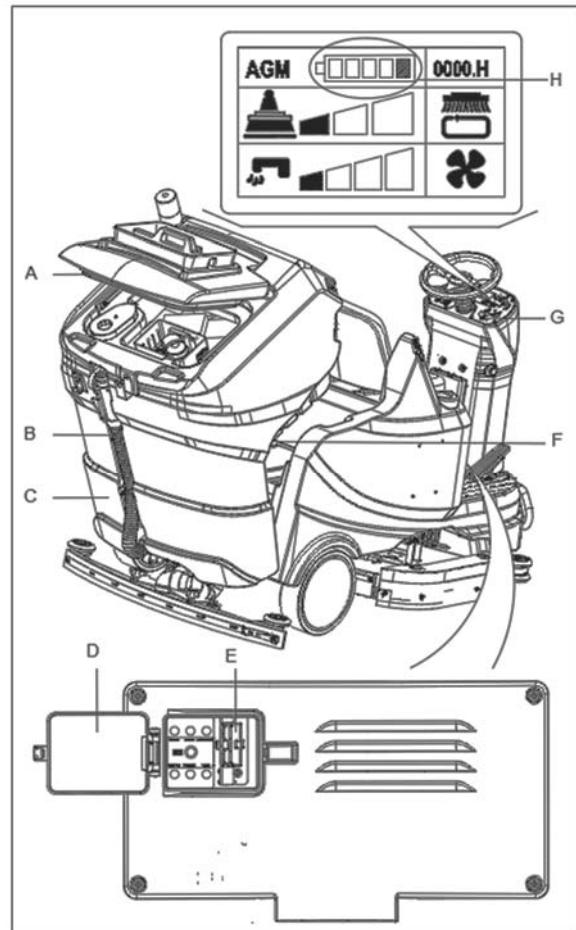

Figure 16
- Ouvrir le couvercle (A, Figure 16) et vérifier si le réservoir d'eau de récupération (C, Figure 16) est vide ; sinon, le vider avec le tuyau de vidange (B, Figure 16).
- tourner la clé de contact (G, Figure 16) sur « 0 ».
- Ouvrir le couvercle de protection (D, Figure 16). Brancher le connecteur du chargeur de batterie au connecteur de la machine (E, Figure 16). Lorsque le chargeur de batterie est branché, toutes les fonctions de la machine sont automatiquement coupées.
- Insérer la clé de contact (G, Figure 16) et la tourner sur « I ». Contrôler l'état des batteries à l'écran d'affichage multifonction (H, Figure 16).